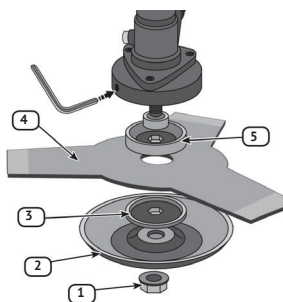

рис.5
6.4 Установка режущего ножа (рис. 5)
- застопорив шпиндель, открутить гайку крепления ножа (рис.5 поз.1), поворачивая её по часовой стрелке (резьба левая);
- снять нижнюю крышку (рис.5 поз.2) и зажимной фланец (рис.5 поз.3) со шпинделя выходного редуктора;
- установить на шпиндель: опорный фланец (рис.5 поз.5), режущий нож (рис.5 поз.4), зажимной фланец и нижнюю крышку;
- убедитесь, что режущий нож отцентрирован и ровно лежит на опорном фланце (рис.5 поз.5);
- застопорив шпиндель, открутить гайку крепления ножа (рис.5 поз.1), поворачивая её по часовой стрелке;
- снять нижнюю крышку (рис.5 поз.2), зажимной фланец (рис.5 поз.3) и нож, если установлен, со шпинделя выходного редуктора;